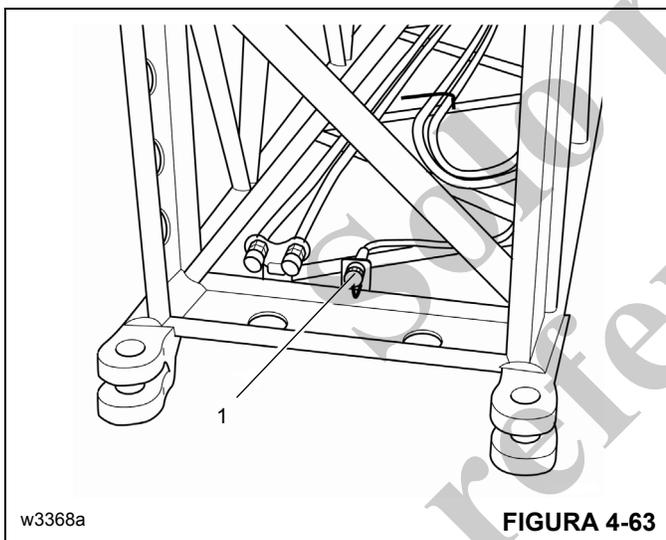

FIGURA 4-63
Hay un receptáculo (1) en la parte delantera de cada sección de 4.9 m (16 pies) (Figura 4-63).